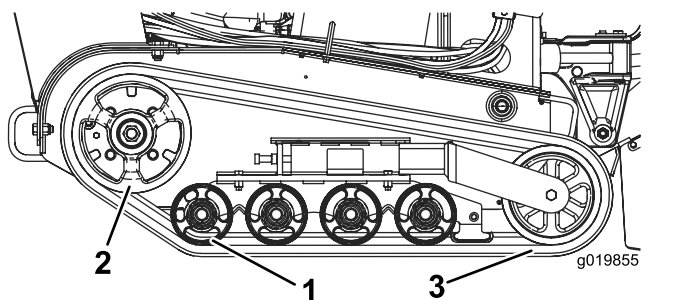

Figura 44
Importante: Certifique-se de que limpa bem as rodas de estrada e a roda motora de transmissão (Figura 44). As rodas de estrada devem rodar livremente quando limpas.
8. Começando na roda motora de transmissão, enrole a nova lagarta em torno da roda motora, assegurando que as porcas da lagarta se encaixam nos espaçadores da roda motora (Figura 44).
9. Empurre a lagarta para debaixo e para o meio das rodas de estrada traseira e central (Figura 44).